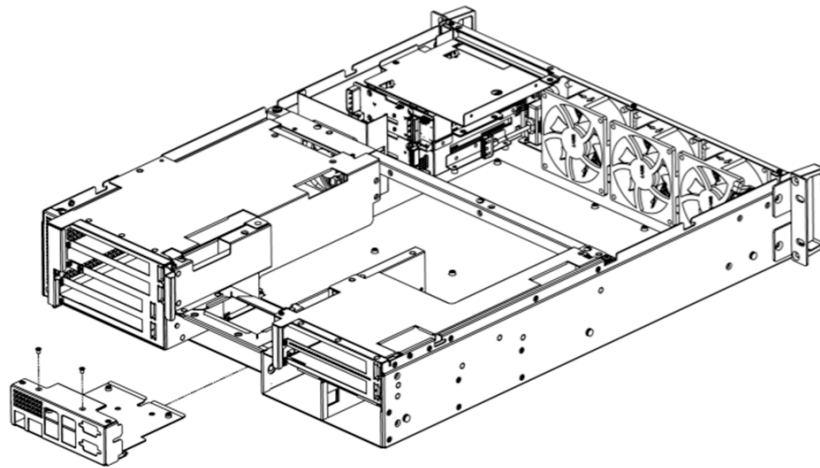

Figure 2.6 Remove/Insert the IO Module Bracket/移除/安装 IO 模块铁件/移除/安装 IO 模組鐵件
1. Unscrew 2 screws in the top and slide the IO Module bracket backwards (See Figure 2.6).
4. Insert IO Module back to and tighten the 2 screws on the top of IO Module bracket. (See Figure 2.6)
1. 旋开 IO 模块铁件上方的 2 个螺丝并将 IO 模块铁件向后拉出(如图 2.6 所示)
4. 将组装好的 IO 模块装回机箱内并将 IO 模块上方的两颗螺丝锁紧使其固定在机箱上(如图 2.6)